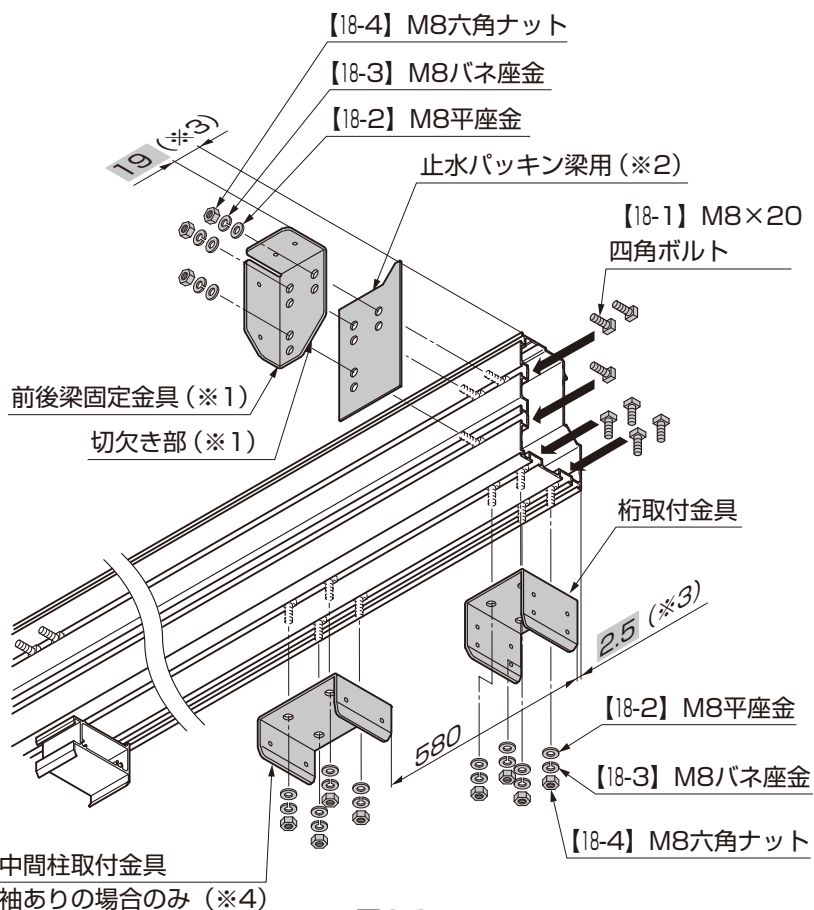

図6-2
- ③ 桁側面の溝に【18-1】をスライドしながら入れ、止水パッキン梁用を貼り、【18-2】、【18-3】、【18-4】で前後梁固定金具を固定してください。(図6-2参照)
- ④ 桁底面の溝に【18-1】をスライドしながら入れ、【18-2】、【18-3】、【18-4】で桁取付金具と中間柱取付金具を固定してください。